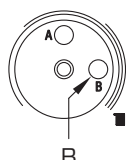

Figure 2
- 1) Tourner dans le sens des aiguilles d'une montre, au fond de l'échelle, le trimmer de réglage de la puissance de chauffage du module (B - Figure 2), ventilateur au maximum des tours.
- 3) Tourner dans le sens des aiguilles d'une montre, au fond de l'échelle, le trimmer de régulation de la puissance de chauffage du module (B - Figure 2), ventilateur au minimum des tours.